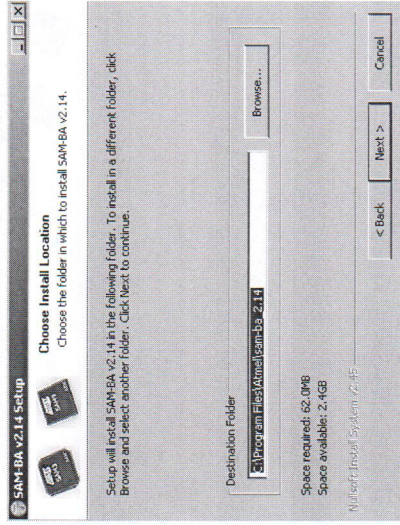

Рисунок 2.9 – Окно выбора папки установки
2.2.6.5 Для изменения названия каталога воспользуйтесь кнопкой «Browse...» (рисунок 2.9) и в открывшемся окне измените название каталога, после чего нажмите кнопку «OK». На экране вновь появится окно, где будет указан новый выбранный путь. Нажатием кнопки «Next» перейдите к следующему этапу.